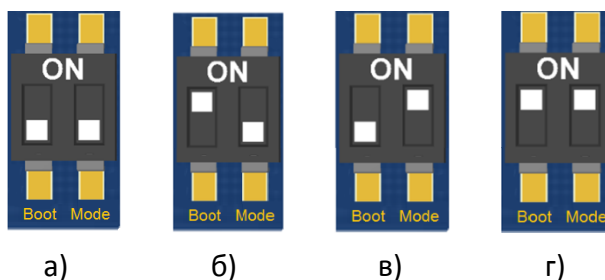

Рисунок 33. Переключатель SA1:
- 2.2. В течение **15 секунд установить тумблер Mode переключателя SA1 в положение BOOT (ON)** (см. рисунок 33 (в)), в противном случае ККТ выйдет из режима программирования, на дисплее отобразится индикация заряда АКБ.
4. Частично демонтировать корпус ККТ согласно разделу «Компоновочная схема», получить доступ к блоку управления, в частности, к переключателю **SA1** (см. рисунок 33).
7. Переставить тумблер **Mode** переключателя **SA1** в положение **BOOT (ON)** (см. рисунок 33).
10. После этого необходимо установить тумблер **Mode** переключателя **SA1** блока управления в положение **NORM** (см. рисунок 33), выключить изделие.